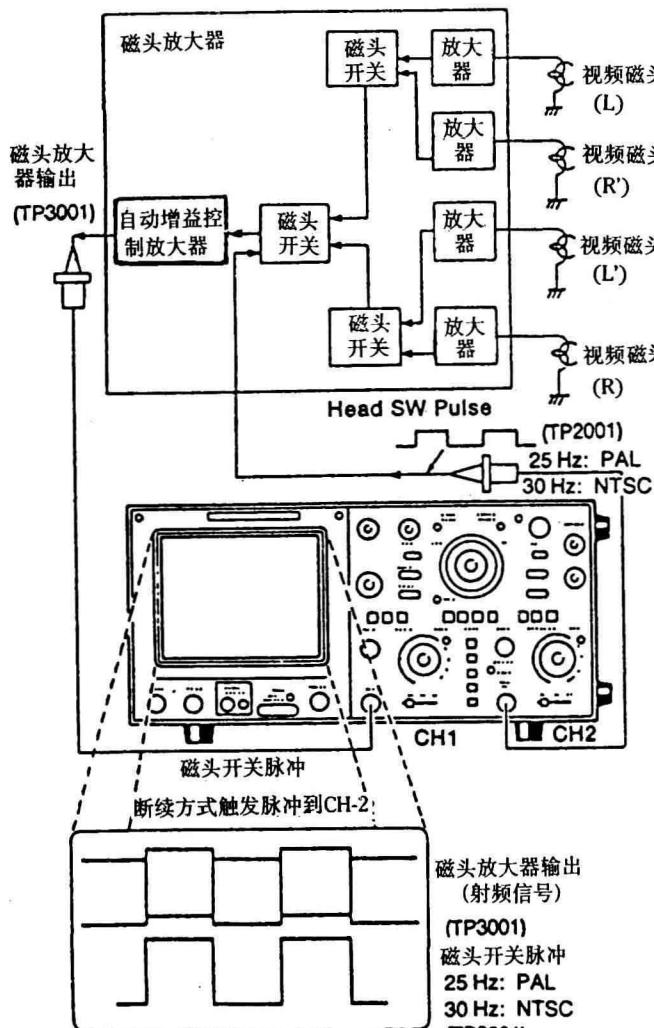
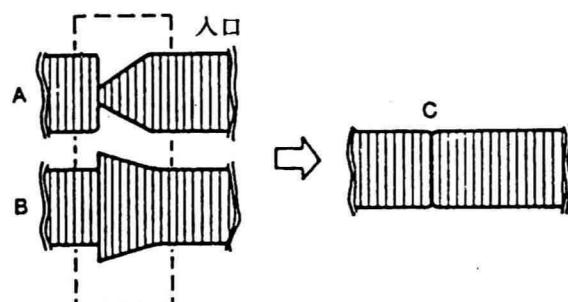

图51
图52
- 步骤: ①把寻迹调整旋钮置于中心固定位置, 将示波器连接在磁头放大器的输出端, 如图51所示;
②重放校准用磁带(PAL制或NTSC制);
③假如RF包络出现图52中“A”或“B”所示的波形, 必须调整磁带入口导柱P2;
④用导柱调整螺丝刀调整磁带导柱P2, 使得入口处的RF包络波形变平直, 如图52中“C”所示;